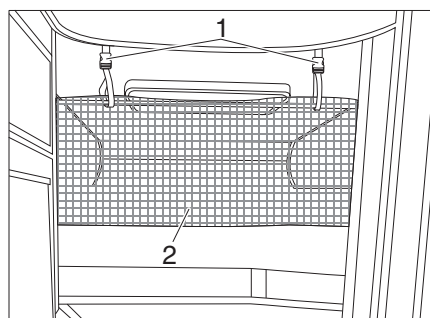

Bild 56 Sicherungsnetz
Das Sicherungsnetz (Bild 56, 2) ist serienmäßig zwischen Matratze und Lattenrost verstaut. Das Sicherungsnetz erst aufspannen, wenn sich die Person bereits im Bett befindet.
- Die Haltebänder (Bild 56, 1) in die Halterungen an der Decke einrasten.